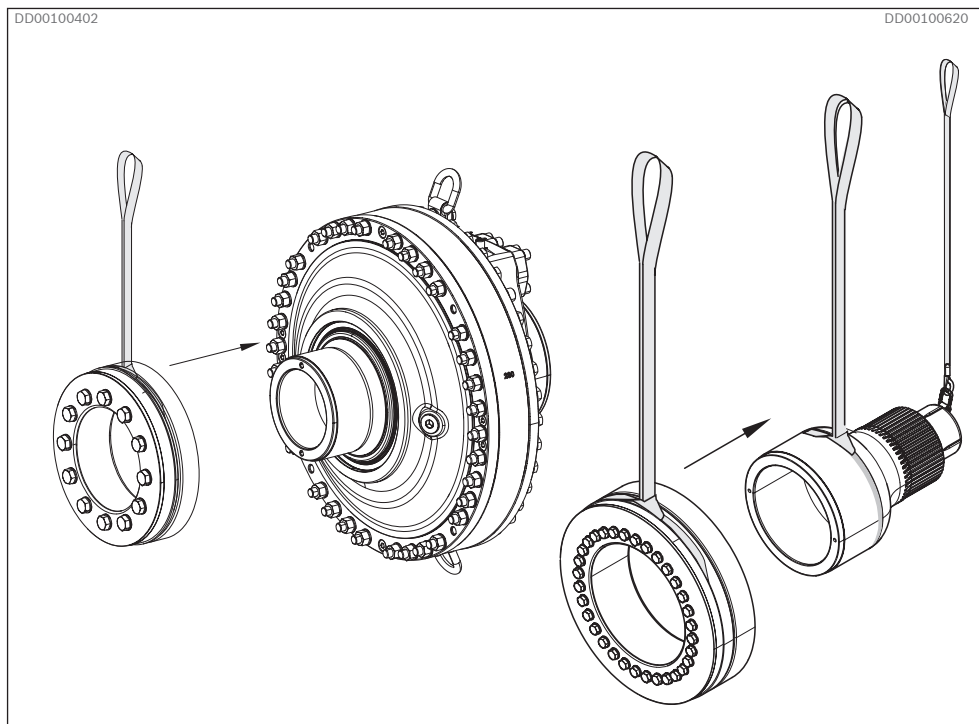
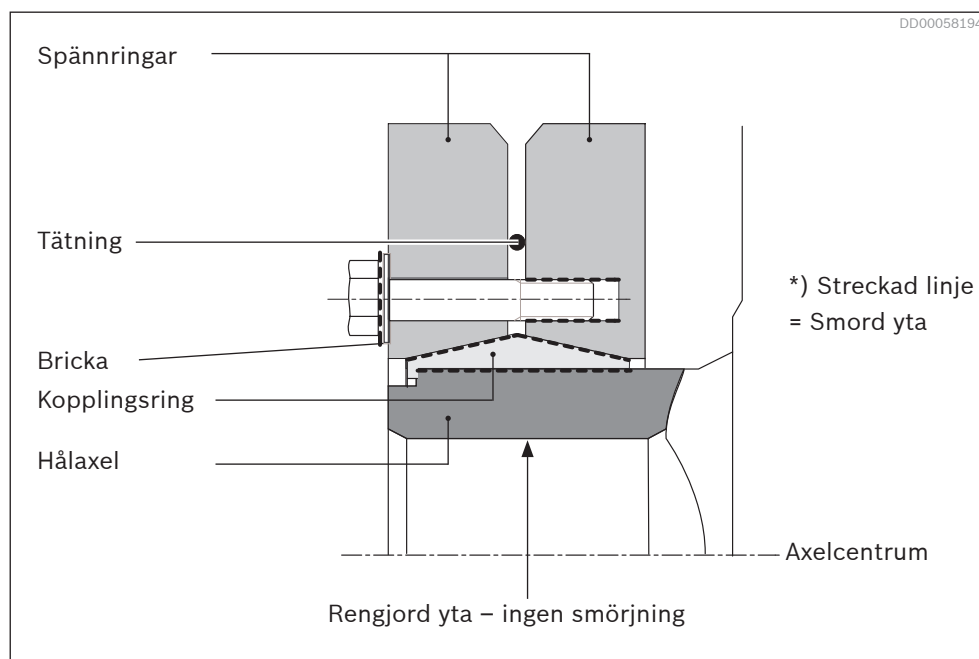

Fig. 33: Montering av klämkoppling på adapteraxel eller kopplingsmotor
Fig. 34: Klämkoppling
- ▶ Fett får under inga omständigheter komma i kontakt med ytorna mellan driven axel och kopplingsmotor eller axeladapter (se *Fig. 34*).
1. Klämkopplingen levereras från fabrik smord med fett på de koniska ytorna och skruvarna (se *Fig. 34*). Det ska finnas smörjmedel på dessa ytor.
4. Montera klämkopplingen på hålaxeln. Använd godkända sling mellan spännringarna (se *Fig. 33* och *Fig. 34*). Tryck kopplingen ända upp till hålaxelns ansats. För att underlätta monteringen kan du separera spännringarna.
*) Den koniska ytan mellan kopplingsringen och spännringarna, samt skruvarna, ska vara belagda med Molykote G-Rapid plus-pasta (se Fig. 34). Detta utförs på fabriken före leverans.